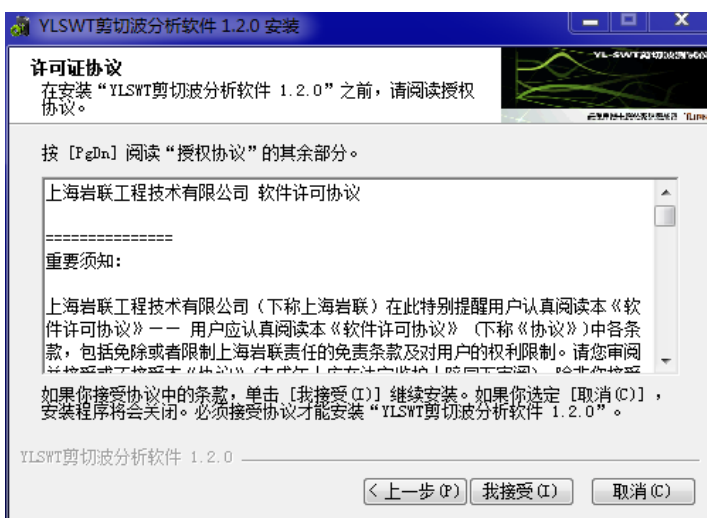

图 3-2 许可证协议确认界面
② 点击【下一步(N)】，进入许可证协议界面，见图 3-2。